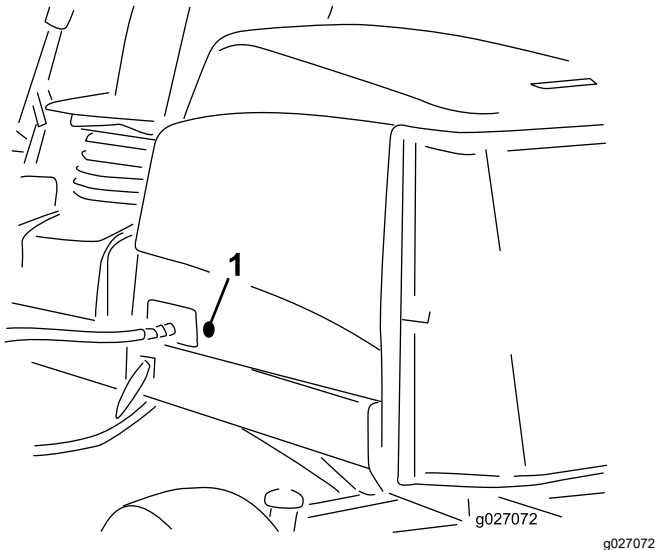

Figura 35
2. Retire el tapón de goma del taladro del orificio del lado izquierdo del capó (Figura 35).